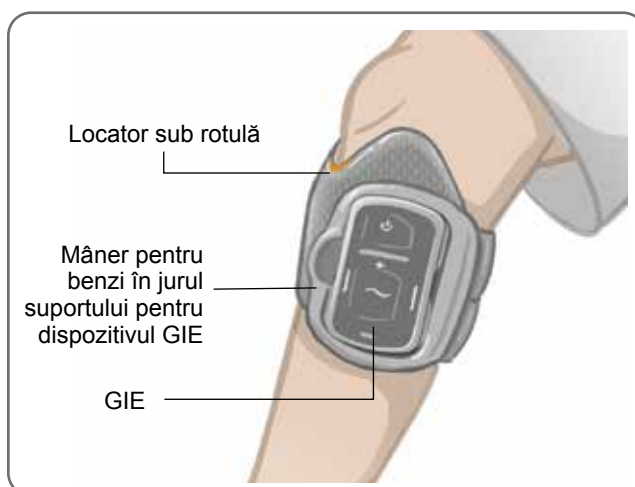

Figura 8-8: Jambieră Lower Leg pe piciorul drept
5. Asigurați-vă că jambiera fixată se potrivește confortabil, cu locatorul sub rotulă și mânerul pentru benzi în jurul suportului, așa cum este arătat în Figura 8-8.